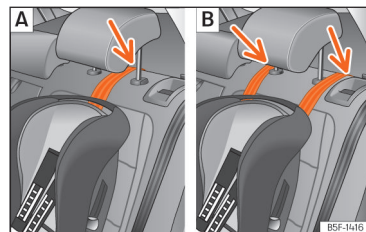
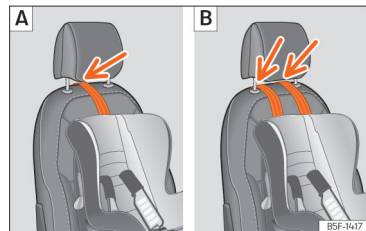

Fig. 44 Bancos traseiros: ajuste e montagem em função do cinto Top Tether.
Fig. 45 Banco do passageiro: ajuste e montagem em função do cinto Top Tether.
- Coloque a correia por baixo do encosto de cabeça (em função das instruções da própria cadeira, levante ou retire o encosto de cabeça se for necessário) »» Fig. 44, »» Fig. 45.